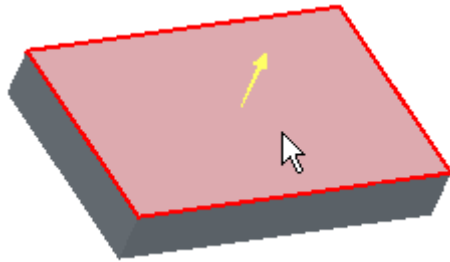

图 46-7
- (1) 单击特征工具栏中的 ，打开拔模特征操控板。
- (2) 单击“拔模枢轴”对应的收集器，将其激活（文本框的背景色由白色变为黄色），选择长方体上表面为“拔模枢轴”，如图 46-7 所示。